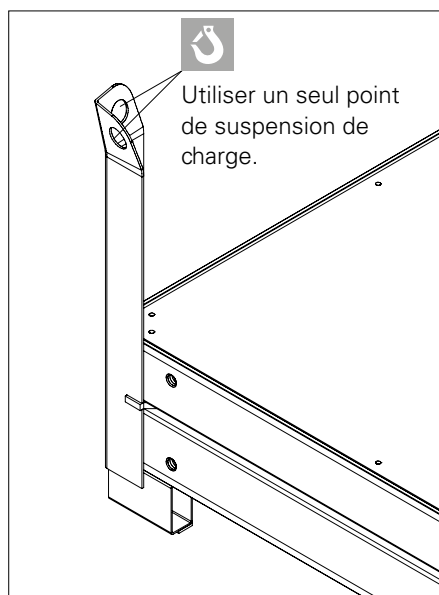

Fig. A1.13
2. Poser le second panneau dans les équerres avec la peau coffrante orientée vers le haut. (Fig. A1.13)
3. Poser la cale de gerbage MX (2) – 2 par côté long.
5. Poser alternativement la cale de gerbage MX (2) et les panneaux, avec la peau coffrante vers le haut, jusqu'à atteindre le nombre maximum de panneaux.